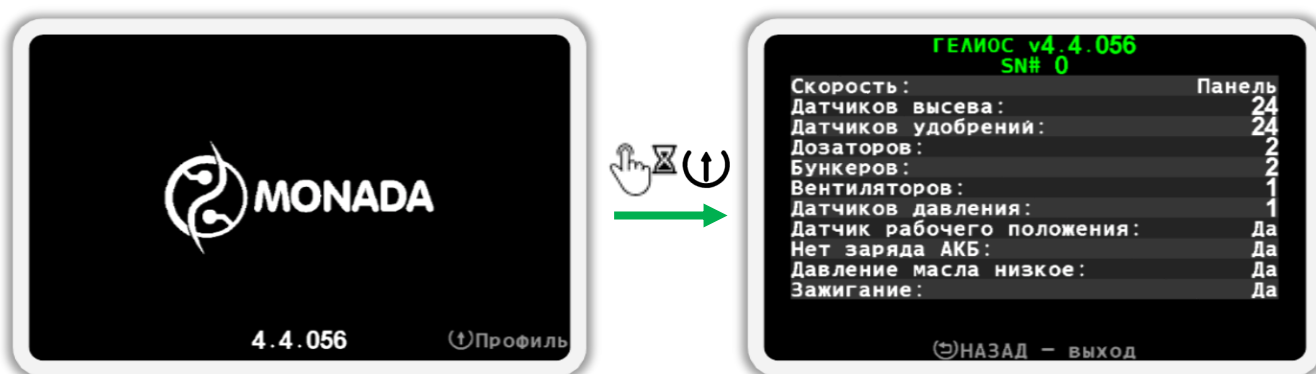

Рисунок 17 Экран загрузки слева и экран просмотра профиля справа
2. Зажмите кнопку  «Вверх» и включите панель оператора. Убедитесь, что индикатор питания светится зеленым цветом (см. Рисунок 1 п.6), а на дисплее панели оператора появился экран загрузки с логотипом¹⁵ (см. Рисунок 17 слева). Через несколько секунд на дисплее появится экран просмотра профиля¹⁶ (см. Рисунок 17 справа).